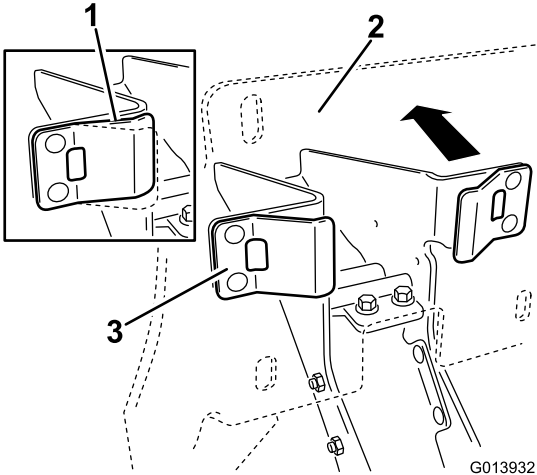

Figura 8
- 1. Asegurándose de que los topes de plástico están en contacto con las pestañas de los muelles, aplique suficiente presión contra la chapa trasera del soporte para comprimir las pestañas de resorte hasta el punto intermedio (Figura 8).